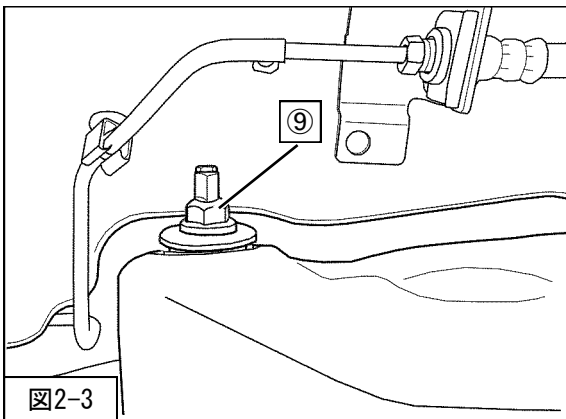

図2-3
4. ⑨フランジナットフロントショックアブソーバクッション（純正部品）プレートを仮締めしてください。（図2-3）